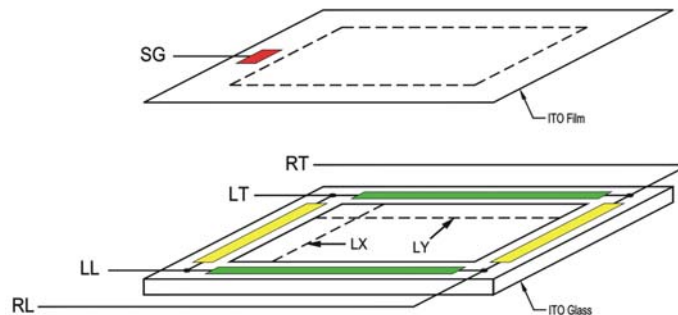
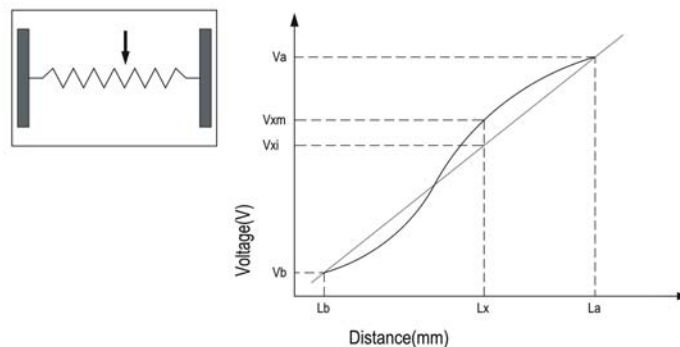

Figure 10-1
Figure 10-2
Step 6: measure the voltage differences between RT and LT (or RT and RL) (Fig 10-1) (Fig 10-2)
[將 RT, RL 短路(或 RL, LL 短路)並接上 5V 的直流電, 另外將 LT, LL 短路(或 RT, LT 短路)並接上接地線 0V, 以 5.0mm 的間隔, 利用手寫筆(stylus)劃直線(如圖 2 中 LX 和 LY), 並量測 SG 的電壓, 量測並計算 RT 與 LT 間的電位差(或 RT 與 RL 間的電位差)] (Fig 10-1) (Fig 10-2)